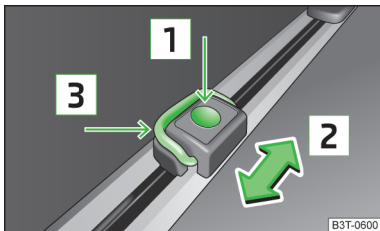

Fig. 117
- Apăsăți tasta **1** » fig. 117 și împingeți inelul de ancorare în poziția dorită, în sensul săgeții **2**.
- Ridicați brida **3** » fig. 117 și montați, de exemplu, plasa de fixare.